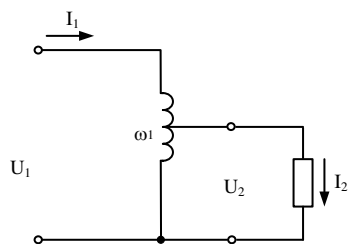

Рис. 3.
10. Автотрансформатор, схема которого изображена на рис. 3., включен в сеть с напряжением $U_1 = 220$ В.